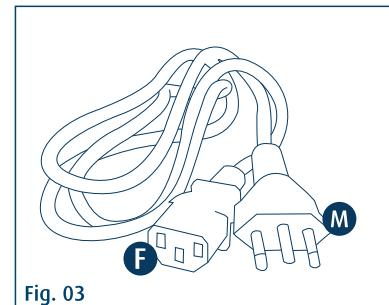

Fig. 03
Cable de alimentación PP, 3 vías x 1 mm, longitud 2,3 metros. Tiene 2 enchufes de 3 contactos, uno de ellos (M) macho y otro (F) hembra. (Fig. 03)